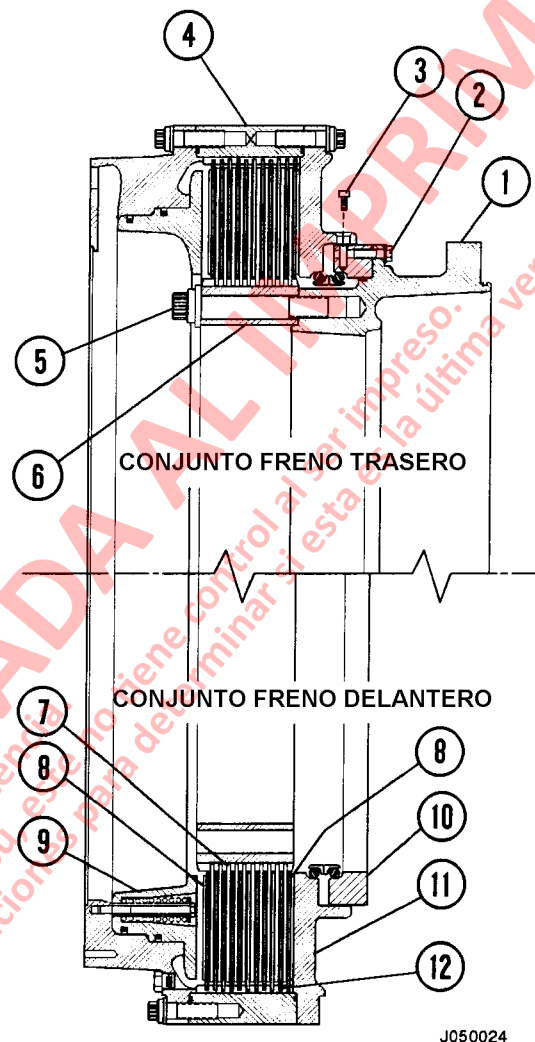
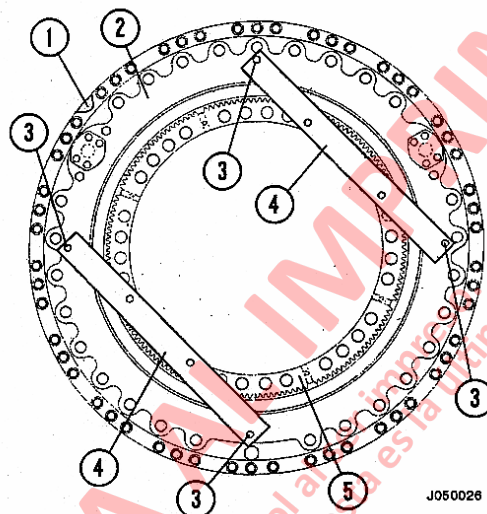
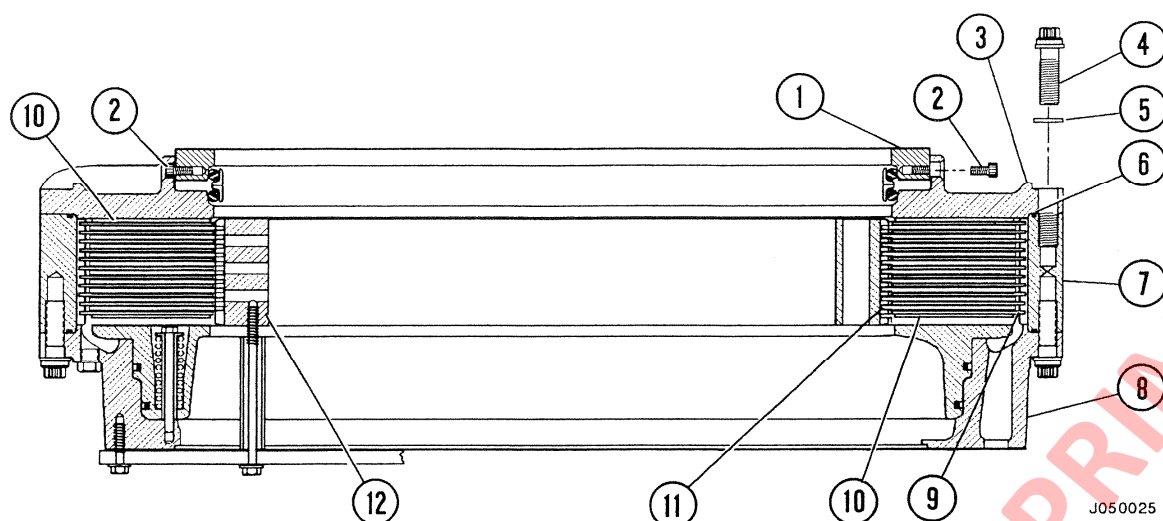

FIGURA 5-1. CONJUNTOS DE FRENO DE DISCO HUMEDO
FIGURA 5-4. CONJUNTO DE FRENO
FIGURA 5-5 DESENSAMBLADO INICIAL
Los conjuntos de disco de freno húmedo, enfriados por aceite, montados en las ruedas delanteras y traseras son similares en diseño. Los frenos de las ruedas traseras difieren de las delanteras sólo en su disposición de montaje. El conjunto del freno trasero requiere un cubo adaptador (1, Figura 5-1) para el montaje en el cubo de la rueda del motor de rueda.
El engranaje de corona (4, Figura 5-1) está dividido internamente para retener los amortiguadores (8) y las placas separadoras (12). Las placas separadoras están colocadas en forma alternada entre los discos de fricción (7), que son ranurados hacia el engranaje interior (6). El engranaje interior está montado directamente sobre el cubo de la rueda, en los frenos de la rueda delantera. En la parte posterior, el engranaje interior requiere de un cubo adaptador el cual está montado en el cubo de la rueda del motor de rueda.
1. Verifique que los prisioneros de cabeza hueca (3, Figura 5-1) estén montados en cada uno de los seis ubicaciones en la placa posterior (11). Estos prisioneros de cabeza hueca son necesarios para retener el portasello (10) a la placa posterior cuando el conjunto del freno no está montado en el camión. Se debe montar las barras de embarque (4, Figura 5-4).
2. Saque los pernos de 12 puntos y golillas endurecidas (5, Figura 5-1).
3. Saque los pernos y las golillas de seguridad (2) utilizadas para retener el cubo en el portasello.
4. Asegúrese que el cubo y las demás piezas estén marcadas para garantizar la orientación correcta durante el reensamblado. Suba el adaptador del cubo (1) del conjunto del freno. Asegúrese de fijarse que los paquetes de lanas estén instalados en las seis ubicaciones entre el portasello y el cubo.
5. Coloque el conjunto del freno en la superficie de trabajo con las barras de retención del engranaje de corona en la parte inferior como aparece en la Figura 5-5.
6. Saque los prisioneros de cabeza hueca (2, Figura 5-5). Saque el retén del sello (1) del conjunto del freno.
- NOTA:** Se requieren prisioneros de cabeza hueca (2) para retener y colocar el portasello en la placa posterior del freno, cuando el conjunto del freno no está montado en el cubo de la rueda o durante el embarque o el almacenamiento del conjunto de frenos. Se deben montar las barras de embarque (4, Figura 5-4) para retener el engranaje interior dentro del conjunto del freno.
7. Saque los pernos (4, Figura 5-5) y la golillas planas endurecidas (5) de la placa posterior (3).
8. Inserte un perno de empuje 7/8 UNC x 2.0 in. en cada uno de los tres orificios roscados en la placa posterior. Apriete los pernos en forma pareja para sacar la placa posterior del engranaje de corona (7). Saque y bote el anillo de goma (6).
9. Fíjese en el orden de ensamblado de los discos, saque el amortiguador (10) de la parte superior del paquete. Saque los discos de fricción (11), placas separadoras (9) y el otro amortiguador de la parte inferior del paquete.
10. Gire el conjunto del freno para colocar las barras de embarque en la parte superior como se muestra en la Figura 5-4.
11. Saque los pernos (3) que sujetan las barras de embarque (4) a la caja.
- b. Inserte un disco de fricción (2) en la parte superior del amortiguador.
- c. Monte una placa separadora (3).
- NOTA:** El paquete de disco contiene un total de diez (10) discos de fricción, nueve (9) placas de separación, y dos (2) amortiguadores.
15. Usando un nuevo Anillo de goma (6, Figura 5-5), monte la placa posterior (3) sobre el engranaje de corona. Asegúrese de que la placa posterior está orientada correctamente de acuerdo a las marcas de calce hechas durante el desensamblado.
16. Instale los Pernos (4) y golillas endurecidas (5). Apriete en forma alternada con un torque de 575 Lbs./pie. (780 N.m).